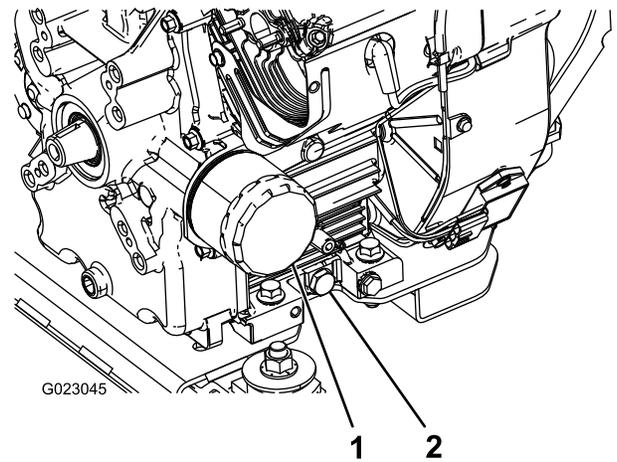

図 44
5. ドレンプラグを抜く 図 44。
2. オイルフィルタを外す 図 44。
5. アダプタに新しいフィルタを取り付ける。ガスケットがアダプタに当たるまで手でねじ込み、そこから更に 1/2 回転増し締めする 図 44。